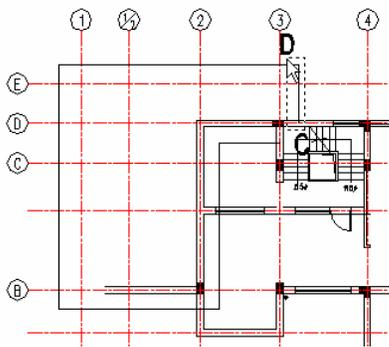

图 9-2-16
- 选择对象：指定对角点：找到 6 个 // 从如图 9-2-16 所示的 C 点到 D 点框出一个矩形框